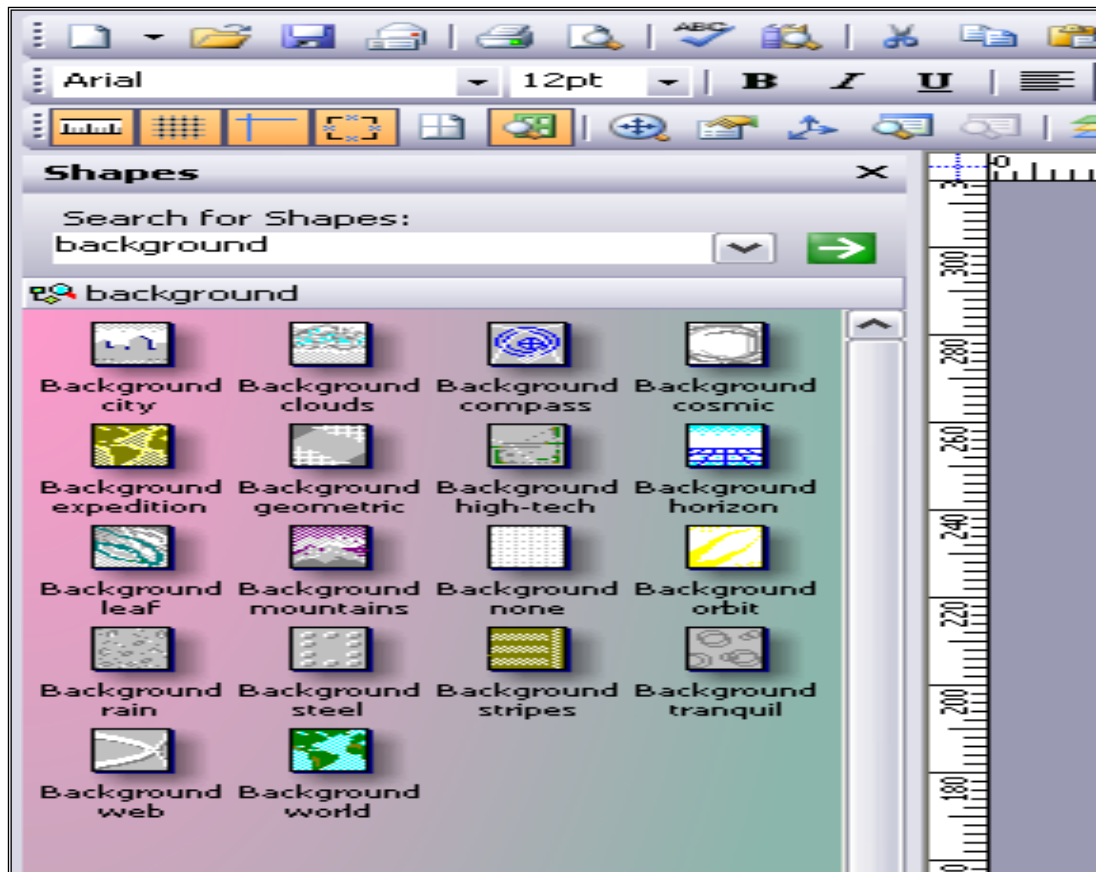

Рис. 57. Коллекция фоновых заставок
12. Программа Visio имеет свою коллекцию фонов, которую можно найти, используя *функцию Поиск (Search for Shapes* - с левой стороны рабочей области). Функция выполняет поиск различных шейпов по ключевым словам. В поле функции ввести ключевое слово «background» и нажать на стрелку справа (рис. 57). Из найденной коллекции фонов выбрать фон “Background word” и заменить им существующий.